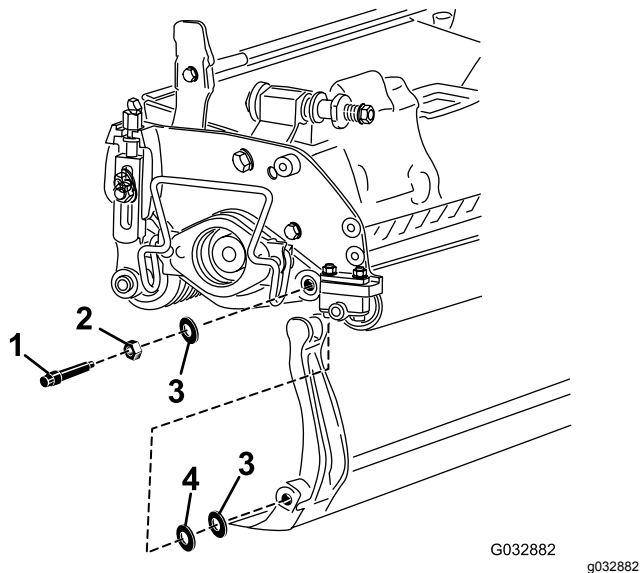

Figura 15
Guarde as duas anilhas de nylon e a anilha de aço de cada uma das extremidades da barra de apoio (Figura 15).
- Coloque uma anilha de nylon de cada lado da placa lateral. Coloque uma arruela de aço no exterior de cada uma das arruelas de nylon (Figura 15).